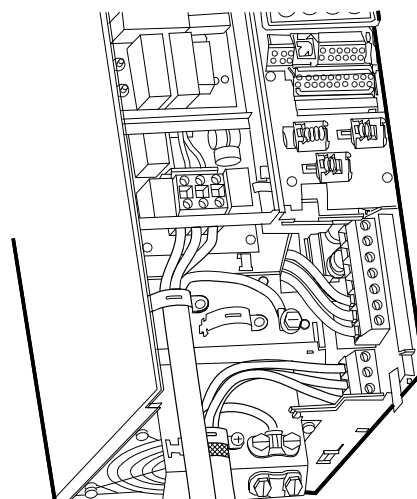

Abb. 16 Netz- und Motoranschluss, Gehäuse B3
1. Den Schutzleiter an die Klemme 95 (PE) anschließen. Siehe Abb. 16 und 17.
1. Den Schutzleiter an die Klemme 99 (PE) anschließen. Siehe Abb. 16 und 17.
2. Die Leiter des Motorkabels an die Klemmen 96 (U), 97 (V) und 98 (W) anschließen.